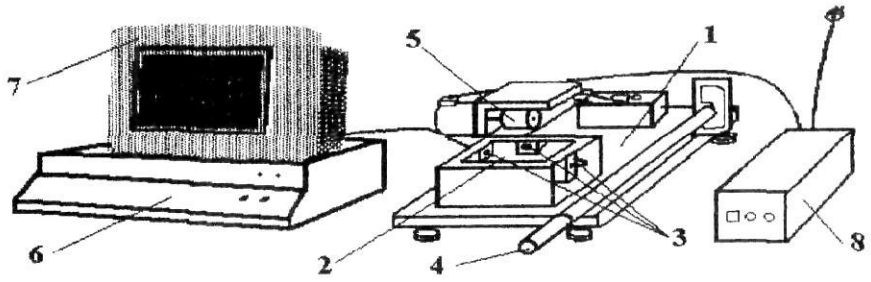

Рис. 1
4.1.1. Измерительного устройства для контроля (измерений) роликов рис. 1, поз. 1;
6.1. Установка размещается на столе (см. рис.1). Возможно другое размещение установки с учетом рабочего места оператора и пространства, необходимого для доступа к задней панели пульта управления установкой. Пространства, необходимого для доступа к задней панели пульта управления установкой.